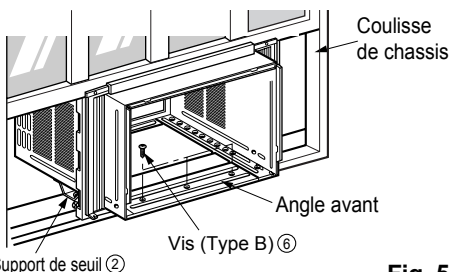

Fig. 5
- 6 Installez le boîtier avec une inclinaison d'environ 1/2" (12.7 mm) vers l'extérieur (Voyez la fig. 5). Réglez l'écrou et le boulon des supports de seuil ② de manière à équilibrer le boîtier.
- 7 Fixez le boîtier au rebord de fenêtre à l'aide de vis de type B ⑥ (16 mm [5/8"] de long) passant à travers de l'angle avant du boîtier et se logeant dans le rebord de fenêtre.
- 8 Tirez chaque volet d'étanchéité ① entièrement contre chaque coulisse de châssis et répétez l'étape 2.